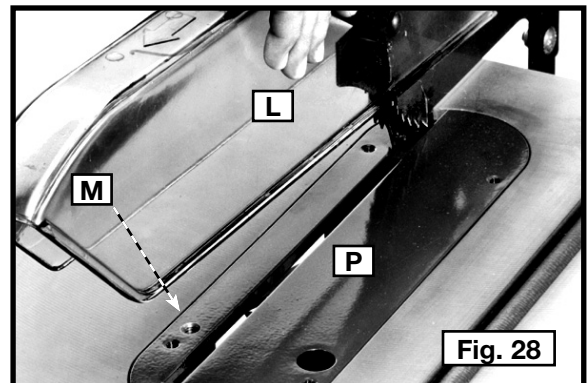

Fig. 28
Abaisser la lame de la scie et installer l'insert de table (P) fig. 28, dans la table de la scie de table.